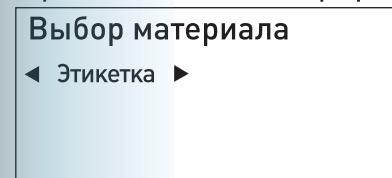

Рисунок 4.2-2
2) Нажмите клавишу **【←】 / 【→】** для выбора "Этикетка", нажмите **【↓】** чтобы перейти в столбец выбора размера этикетки. (Рисунок 4.2-2)